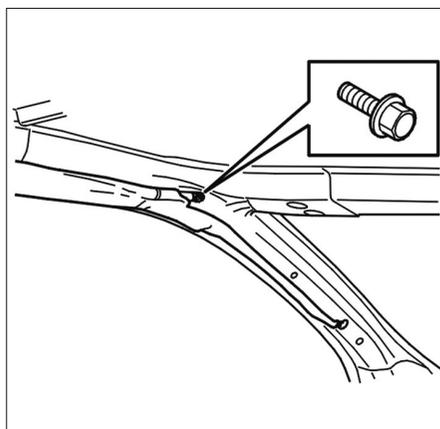

FIG. 12
- la vis supérieure avant (Fig.12)